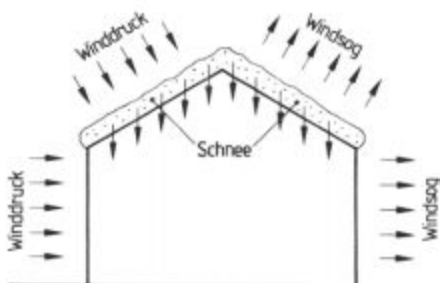

Bild 1.8 Das Gebäude wird durch Winddruck und -sog belastet, das Dach zusätzlich durch Schnee
- Wind und Schnee sind wesentliche Dachlasten (Bild 1.8). Außenwände mit aussteifenden Querwänden sind dagegen durch Windlast in der Regel nicht gefährdet.